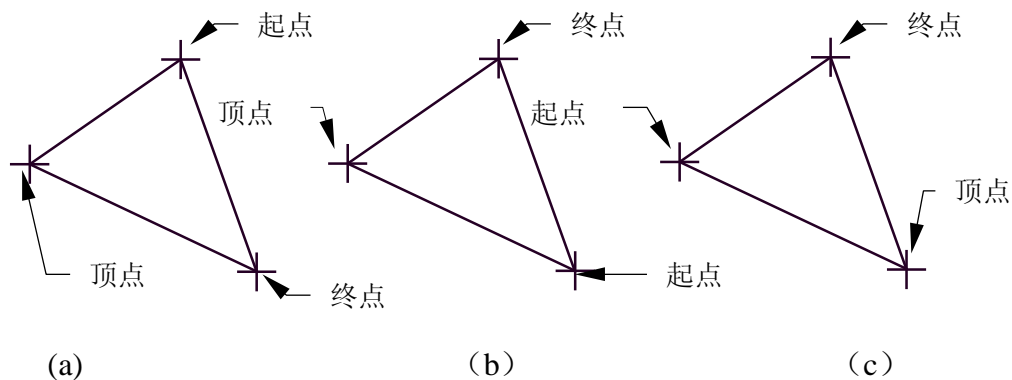

图 11-5 三点夹角的查询
3) 用户在立即菜单中单击【三点夹角】，即可查询任意三点的夹角。按系统提示分别拾取顶点、起始点和终止点后，在【查询结果】对话框中显示出三点的夹角，这里夹角是指以起始点与顶点的连线为起始边，逆时针旋转到终止点与顶点的连线所构成的角，因此三点选择的不同，其查询结果也不相同，例如，图 11-5 中 (a)、(b)、(c) 的查询结果分别为 300 度、 60 度、 315 度。而且从中还可以看出，同一个角，用三点夹角方式和用两直线夹角方式的查询结果也是不同的。